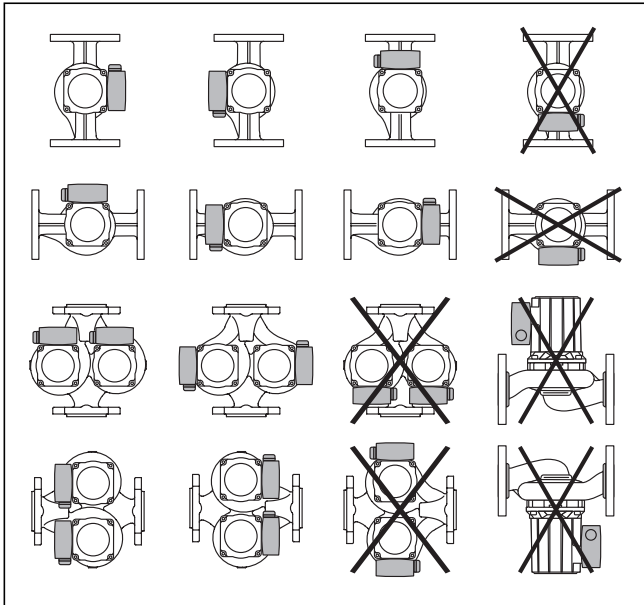

Bild 6.2 Monteringsanvisningar
- Utför monteringen på en spänningslös anläggning med vågräta pumpaxlar (se monteringsanvisningar enligt bild 6.2).